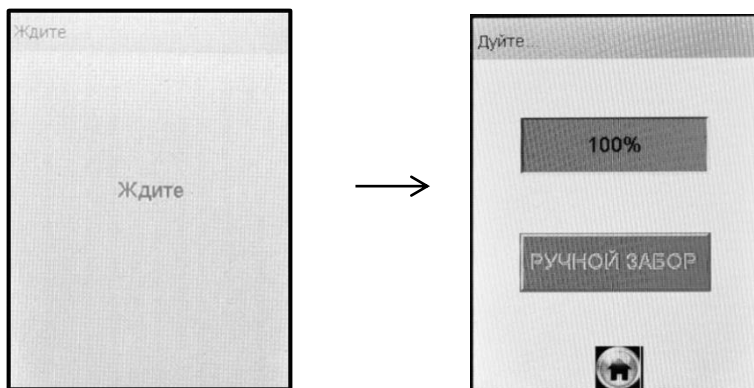

Рисунок 13 – Готовность к отбору пробы
– при положительном результате проверки (при отсутствии этанола и других компонентов), анализатор перейдет в окно готовности к отбору пробы (рисунок 13, справа);
Целесообразно прекратить выдох. Для возобновления процедуры измерений нажмите на виртуальную кнопку **«Повтор»**, после перехода анализатора в режим готовности к отбору пробы (рисунок 13, справа) можно повторить выдох согласно 2.7.11 настоящего РЭ.
Для этого во время выдоха обследуемого нажмите виртуальную кнопку «**РУЧНОЙ ЗАБОР**» (рисунок 13), при этом анализатор произведет ручной отбор пробы. Производите ручной отбор пробы в самом конце выдоха, на который способен обследуемый.